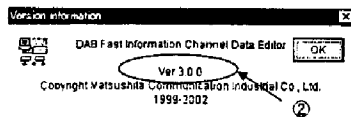

図 9-8 バージョン情報
- ① メイン画面のメニューから<Help>-<About...>を選択すると、<Version information>ダイアログが開きます。(「図 9-8 バージョン情報」を参照)
- ② 「DAB エディタ」のバージョン番号が表示されます。